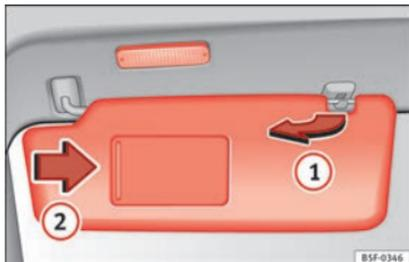

Fig. 141 Aletta parasole
- L'aletta parasole può essere staccata dal supporto e orientata verso la porta »» **fig. 141** .